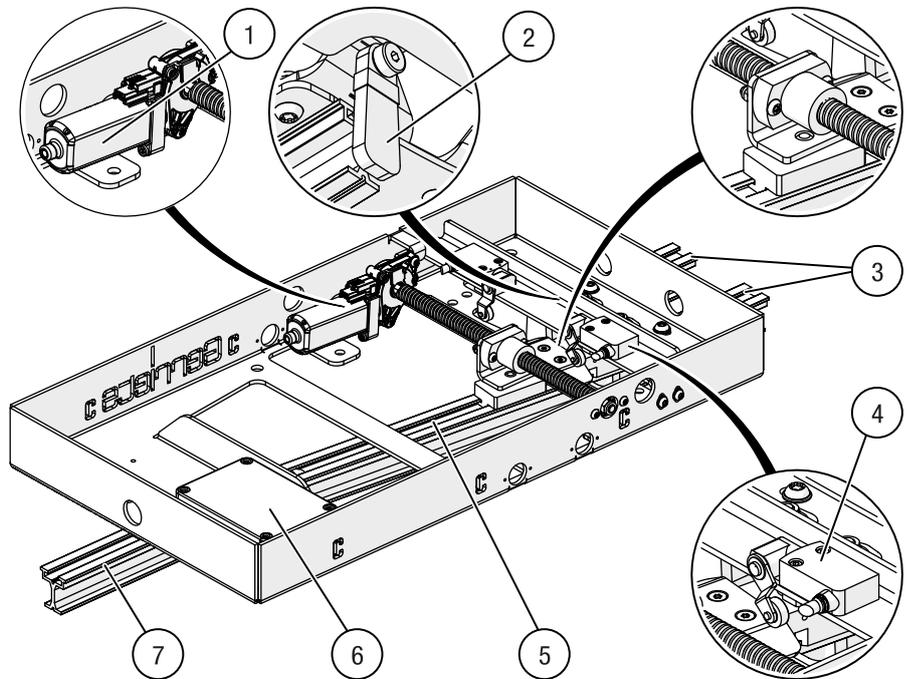

Abb. 6: Fingerweiche 1 auf 2 elektrisch (exemplarisch)
Der elektrische Antrieb (1/Abb. 6) bewegt über eine Gewindespindel den drehbaren Schienenfinger (5/Abb. 6) zu den jeweiligen Schienenenden (3/Abb. 6). Die unverschlossenen Schienenenden werden über eine Drehklappe (2/Abb. 6) gesichert. Der Endschalter (4) signalisiert das Erreichen der jeweiligen Endposition an die Steuerung.